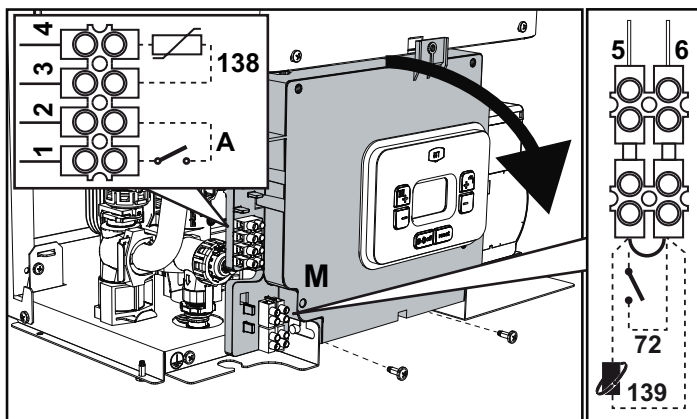
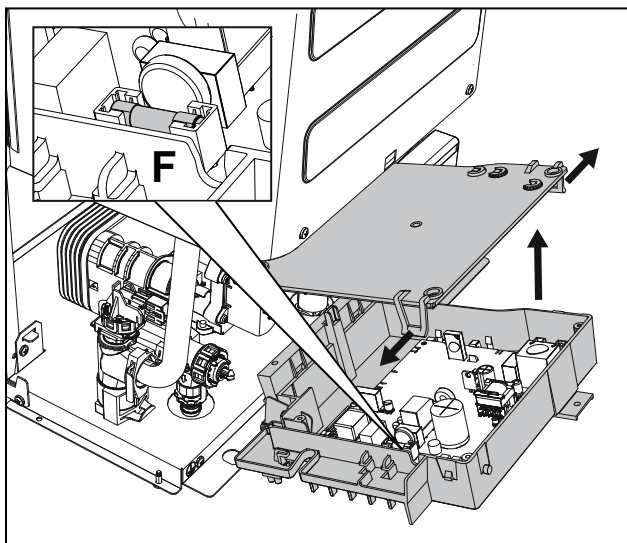

fig. 18
fig. 19
После снятия передней панели (*** 'Открытие передней панели' on page 203 ***) можно получить доступ к клеммным колодкам (М) и предохранителю (F), действуя согласно нижеприведенным указаниям (рис. 18 и рис. 19). Клеммы, указанные на рис. 18, должны иметь чистые контакты (не 230В). Расположение зажимов и их назначение показаны также на электрической схеме на рис. 40.
Конфигурация выключателя ON/OFF (А рис. 19)